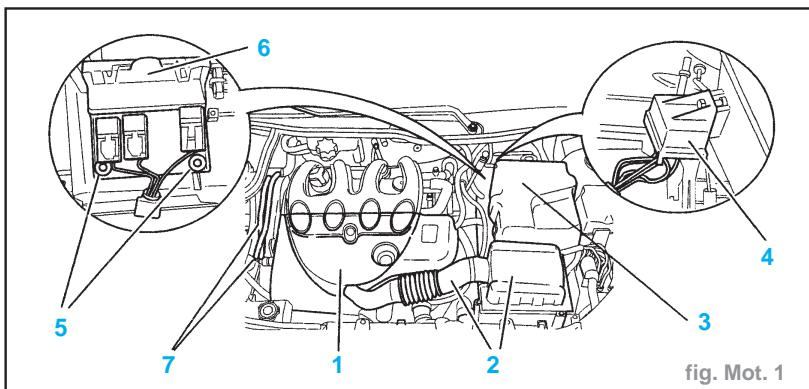
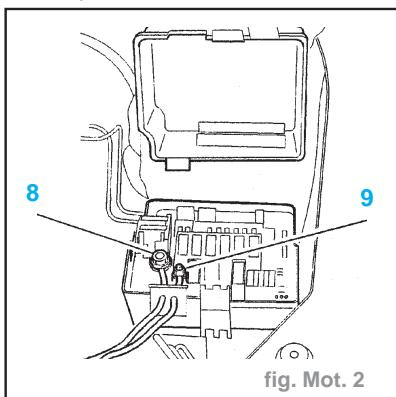

fig. Mot. 1
fig. Mot. 2
- Déposer (fig. Mot. 1) :
- le cache-style (1)
- l'ensemble filtre à air/raccords (2)
- la batterie et son bac (3)
- le boîtier de préchauffage (4)
- les 2 vis (5)
- la boîte à relais (6)
- les raccords carburant (7)
- Débrancher les câbles (8) et (9) (fig. Mot. 2).